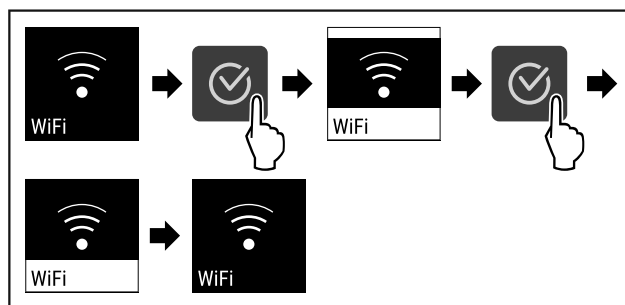

Fig. 87
- ▶ Følg anvisningene (se Fig. 87) .